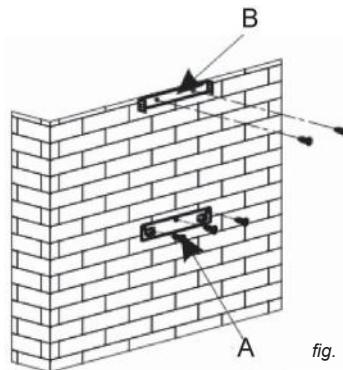

fig. 1
- Trace na parede os 3 orifícios que tem de fazer utilizando o gancho de suspensão do exaustor fornecido e respeitando a distância aconselhada (peça A da fig. 1).
- Fixe o suporte de fixação do exaustor, certificando-se de que fica totalmente nivelado (peça A fig. 1).